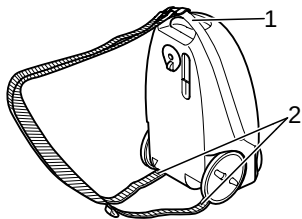

Abb. 13
1. Befestigen Sie den Haken des Schultergurts am Handgriff (Abb. 13/1). Die Schultergurte müssen zur Unterseite des Gerätes zeigen.
3. Stecken Sie die Schultergurt-Schnallen in die beiden unteren Halterungen auf der Rückseite des Gerätes (Abb. 13/2).